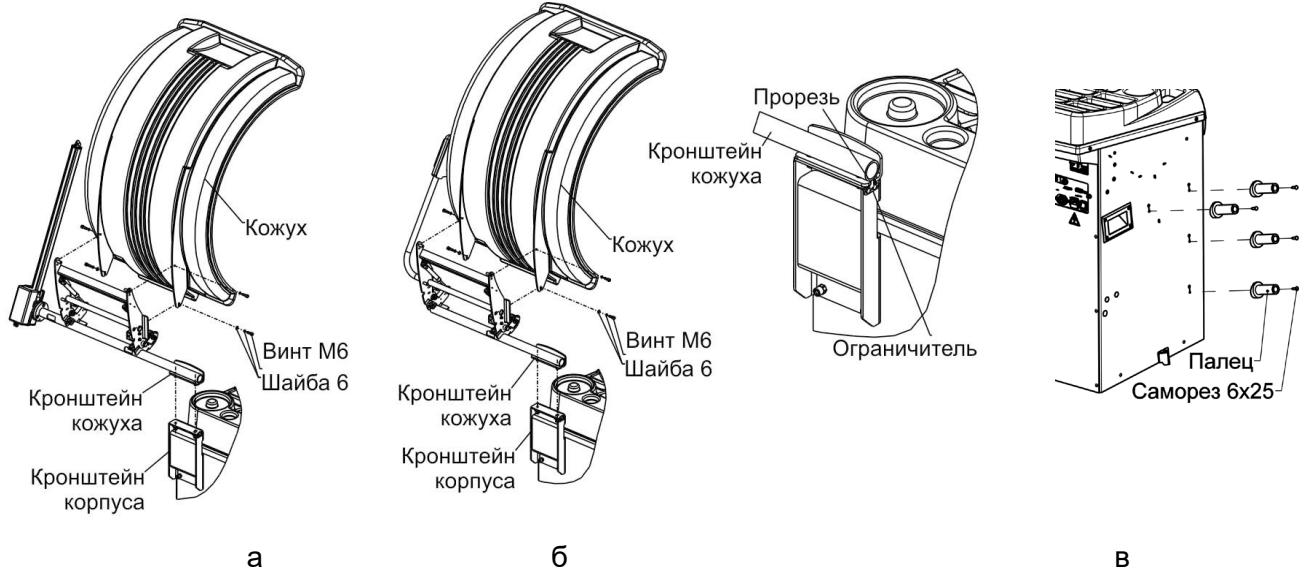

Рисунок 4.4
4.2.4 Кронштейн кожуха (рисунок 4.4 а) установить на кронштейн корпуса и зафиксировать гайками M8 с шайбами. При этом ограничитель необходимо совместить с прорезью, в кронштейне кожуха (рисунок 4.4 б).
Пальцы для размещения конусов и кронциркуля (рисунок 4.4 в) закрепить на корпусе станка с помощью саморезов 6х25.